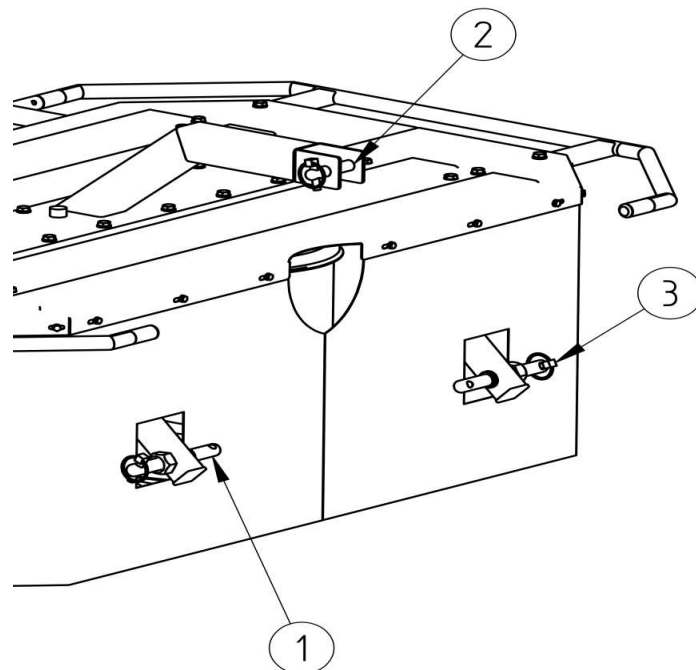

Abbildung 7 Anhängervorrichtungen am mechanisch angetriebenem Mähwerk
1. Die Schlepperunterlenker (zuerst links und dann rechts) auf die Zapfen (Abb. 7 Pos. 1) des Aufhänger Rahmens aufsetzen und mit Splinten (Abb. 7 Pos. 3) sichern.
2. Schieben Sie das Ende des Oberlenkers mit Hilfe der Jochbohne zwischen die Jochplatten, verbinden Sie ihn dann mit einem Bolzen und sichern Sie ihn mit einem Splint (Abb. 7, Pos. 2).